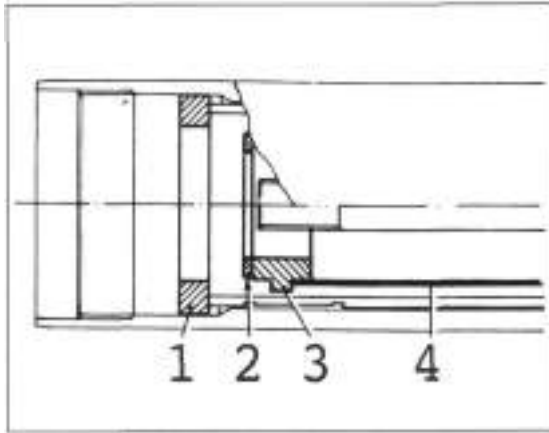

Bild 230
- Gummsitzstück, Aufliegestück, Führungsstück und Distanzhülse entnehmen (Bild 229). Es folgen Federsitz und Feder (Bild 230).